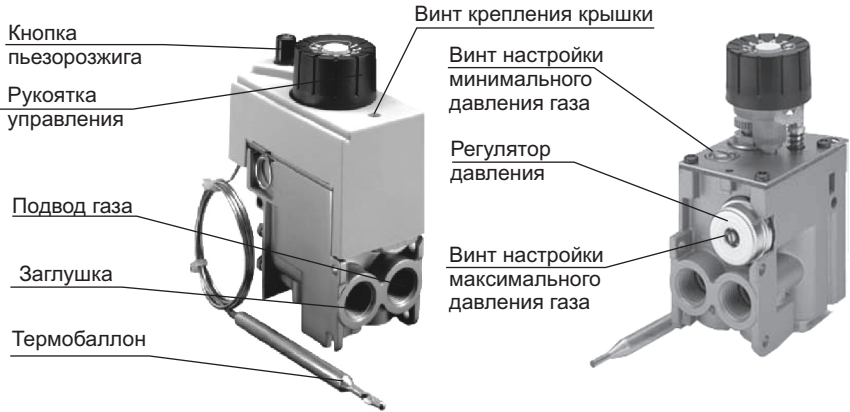

Рис.5. АВТОМАТИКА БЕЗОПАСНОСТИ "630 EUROSIT"
1) выкрутить винт крепления крышки рис.5 газового клапана;
2) повернуть отверткой винт регулятора давления рис.5 по часовой стрелке до появления характерного «щелчка». (Винт не имеет фиксированного положения ограничивающего его прокручивание)
Давление минимального потока газа остается без изменений (рис.5).